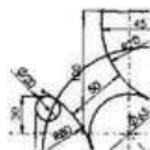

图 2-23 绘制相切圆弧
- (6) 单击草图工具栏中的 (3 点圆弧) 工具，并以圆 1 和圆 2 的边线为圆弧绘制的起点绘制如图 2-23 所示的圆弧 2。在尺寸定义时，首先完成圆弧 2 半径的定义；然后再确定